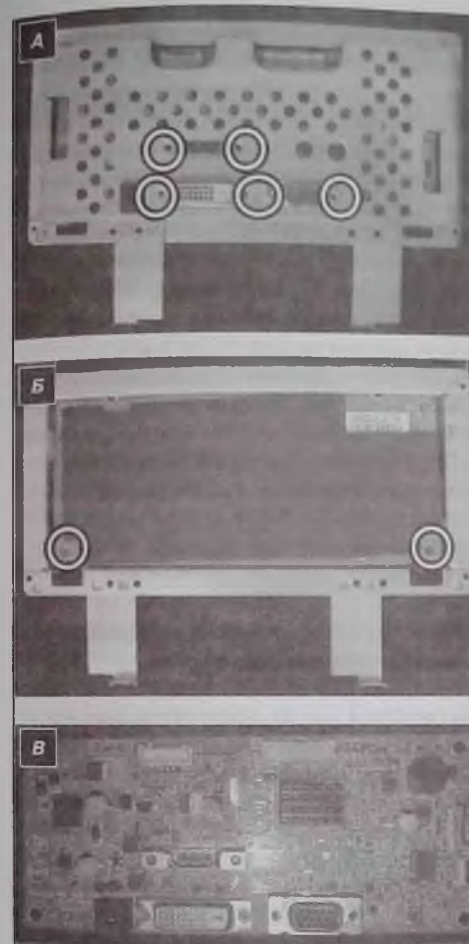

Рис. 16
4. Переворачивают основную раму, вывертывают обведенные кругами винты (рис. 16а, 16б) и снимают главную плату (рис. 16в).